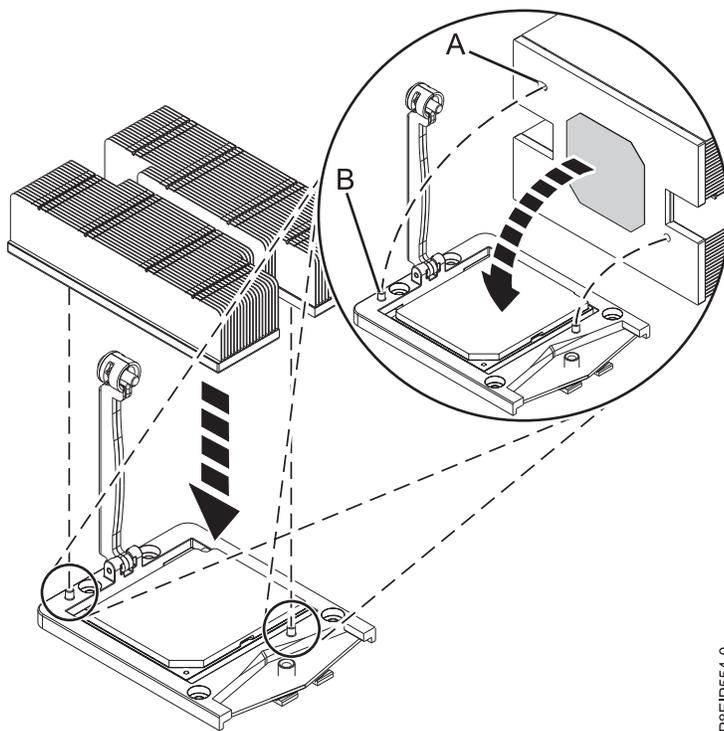

Abbildung 55. Kühlblech installieren
- 10. Verschieben Sie das Kühlblech des Prozessors auf den Prozessor. Senken Sie das Kühlblech vorsichtig auf das Systemprozessormodul ab und stellen Sie dabei sicher, dass die Bohrungen im Kühlblech (A) an den beiden Führungsstiften (B) im Socket ausgerichtet sind (siehe Abb. 55).